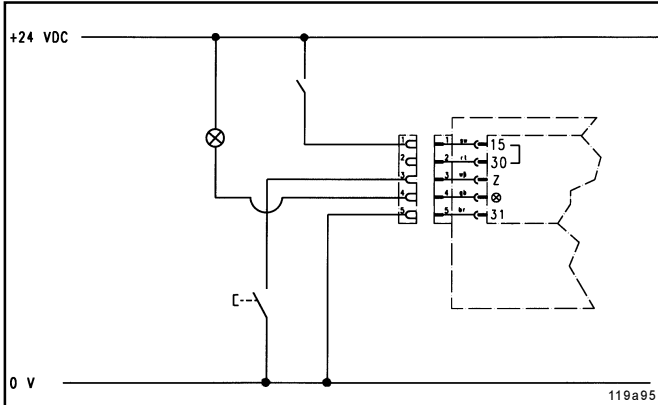

Abb. 1 - Maschinenkontakt
- Bei aufgestecktem Jumper 30/15 sind die Anschlüsse 15 und 30 innerhalb der Steuerplatine verbunden (gebrückt), siehe Abb. 1. Das Anschlußkabel ist 4 - adrig.